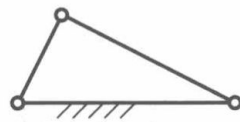

图 2-7 机构间没有相对运动
(4) 构件间没有相对运动机构。对于构件间没有相对运动的机构,我们要把它当作刚性桁架,只看作一个构件,常见的结构如图 2-7 所示,三杆通过转动副连接成稳定的三角形结构,构件间没有相对运动,我们把它看作一个构件。